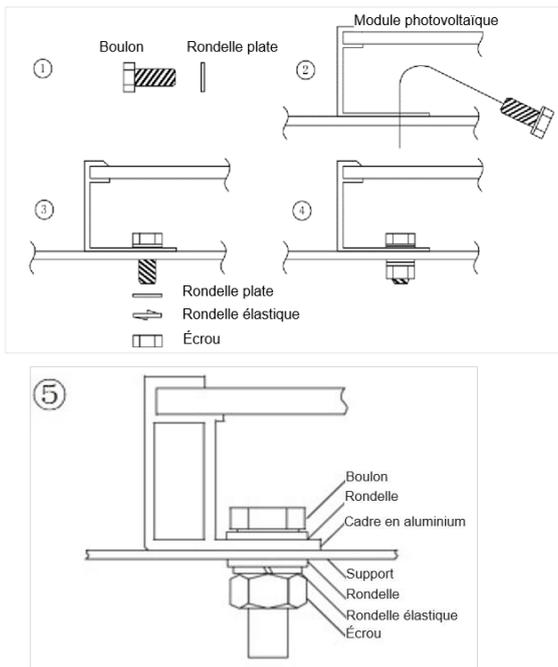

Figure 3
- Les couples de serrage doivent être de 6~9 Nm pour les boulons M6 à gros filetage, selon le type de boulon. La méthode et les spécifications des pièces de fixation sont indiquées dans la figure 3 ci-dessous :